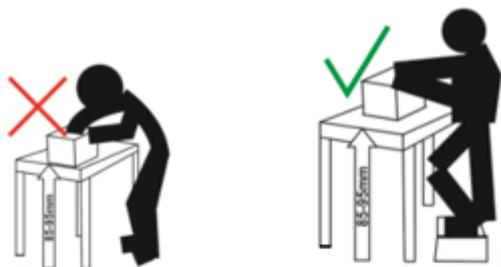

Fig. 4
- Ne vous mettez jamais dans une position où votre visage est exposé aux brûlures causées par les vapeurs d'eau chaude provenant du récipient. Adoptez la bonne position (Fig. 4) lorsque vous immergez et retirez les paniers d'œufs du récipient,
- Placez-le sur une surface stable, plane et rigide. Pour un confort d'utilisation optimal, l'appareil doit être placé entre 85 et 95 cm du sol (Fig. 4).